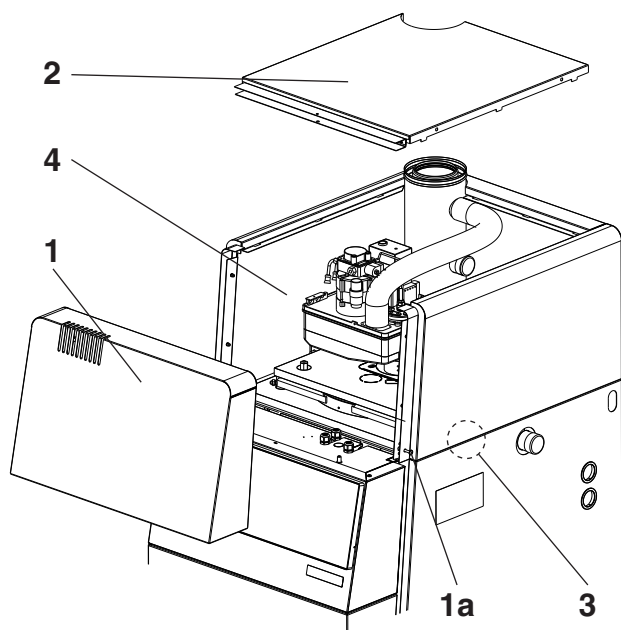

Fig. 01
1. Rimuovere la copertura frontale (1, fig. 01), a tale scopo allentare i bulloni di sicurezza laterali (1a) (circa $\frac{1}{4}$ di rotazione a sinistra ed estrarre fino ad arresto). Sollevare verso l'alto la copertura frontale mantenendola diritta (1) e rimuoverla in avanti.
2. Sollevare il coperchio (2) e rimuoverlo.
3. Smontare le viti di sicurezza (3) a destra e a sinistra.
4. Sollevare le pareti laterali spingendole (4), leggermente in avanti.
14. Montare nuovamente le pareti laterali (4, fig. 01), le viti di sicurezza (3), il coperchio (2) e la copertura frontale (1).